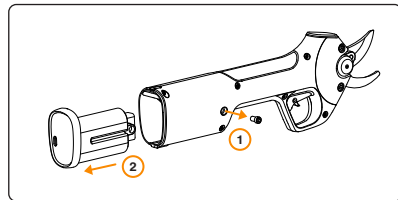

Figure 6. Retrait et remplacement de la batterie.
- Retirez la vis Allen de 4 mm du couvercle comme indiqué dans la Figure 6.